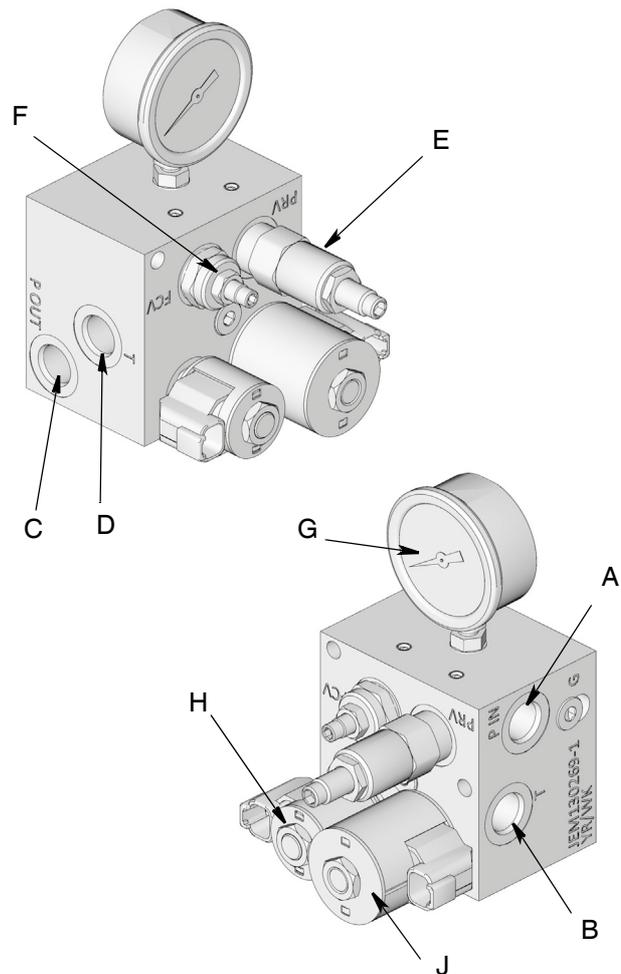
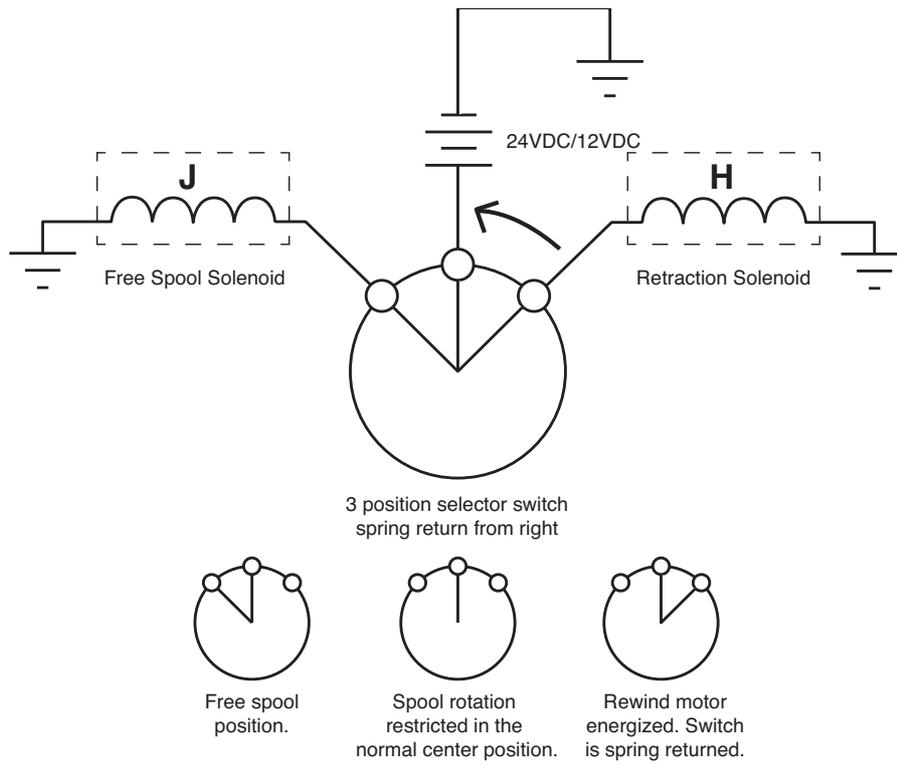
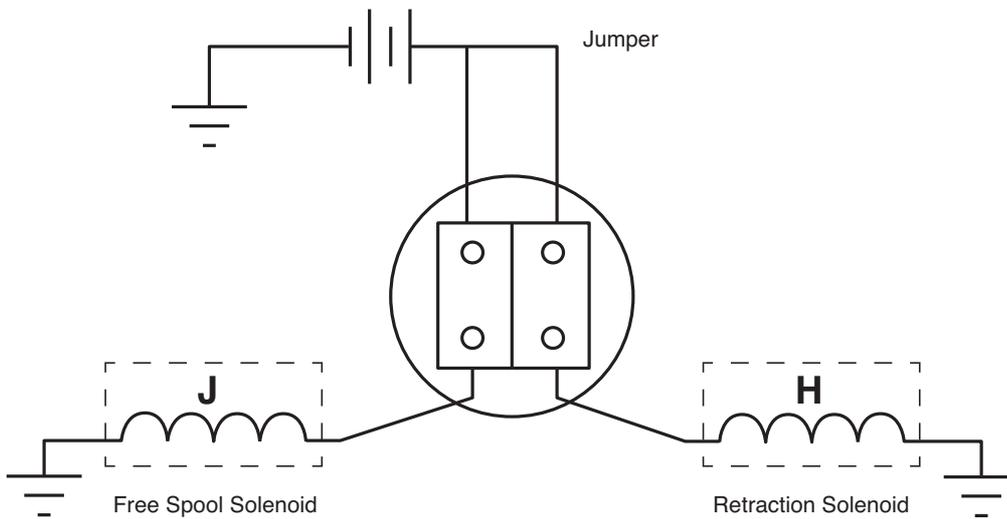

ABB. 19
ABB. 20
ABB. 21
1. Hydraulikregler installieren (Graco Teile-Nr. 127224 - 12V oder 127225 - 24V. Siehe Verschiedene Sätze auf Seite 41) (ABB. 19).
- a. Hydraulische Stromzufuhr und Hydraulikdruckeinlass (A) anschließen.
- b. Behälterrücklaufschlauch an Behälteröffnung (B) anschließen.
- c. Hydraulikdruckauslass (C) an richtigen Hydraulikmotoreinlass an Trommel für gewünschte Drehrichtung anschließen.
- d. Behälterrücklauf (D) an verbleibende Öffnung am Trommelmotor anschließen.
2. Kabel an Magnetspulen auf Hydraulikreglermodul entsprechend (ABB. 20 und ABB. 21) verdrahten.
- Hydraulikmotoren - Eingabe umdrehen und wieder an Behälterleitungen am Hydraulikmotor anbringen (ABB. 19 auf Seite 26).